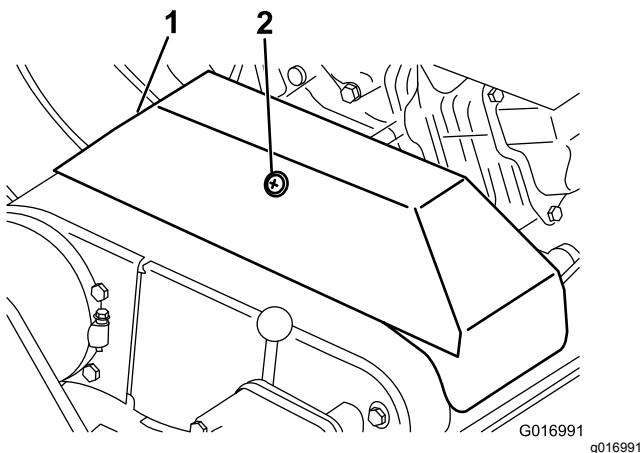

Figura 39
3. Afloje el retenedor que sujeta la cubierta de las correas en V y gire la cubierta para abrirla (Figura 39).